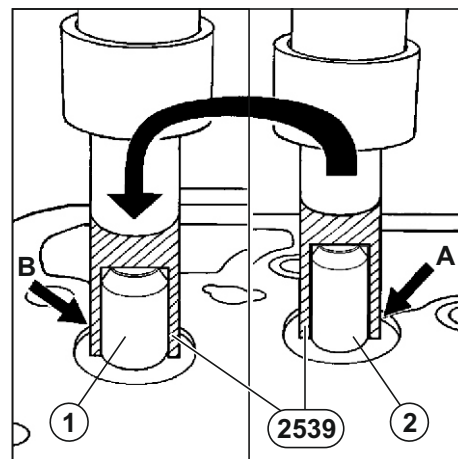

Рис. 60. Установка направляющих втулок клапанов.
2. Запрессовать направляющие втулки впускных (1) и выпускных (2) клапанов используя приспособление 2539 и пресс (см. Рис. 60), обеспечив выступание над плоскостью головки